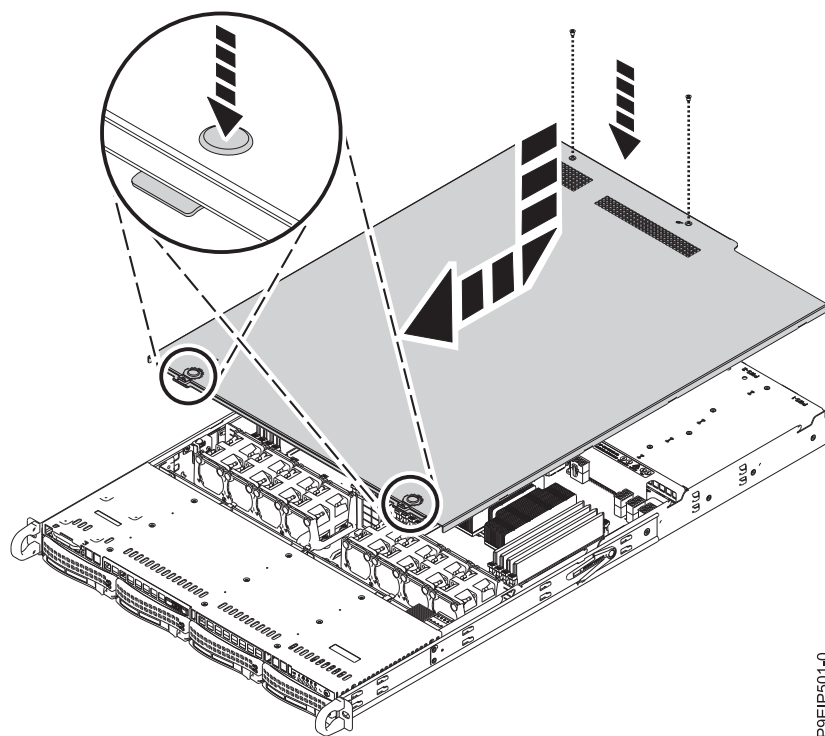

Figura 78. Substituindo e prendendo a tampa
2. Deslize a tampa para frente até que ela trave no lugar, conforme mostrado na Figura 78 na página 89.